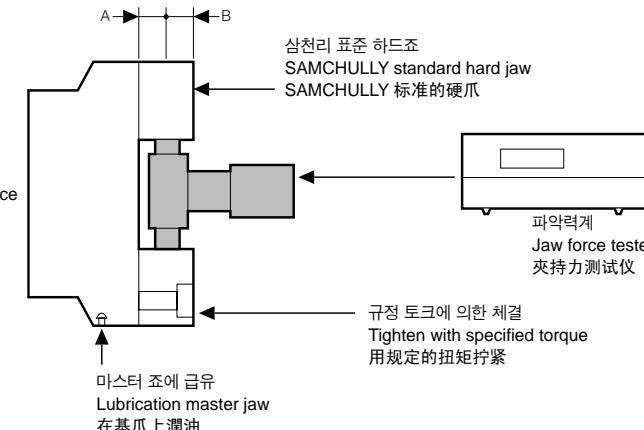

Fig.10
(1) With SAMCHULLY standard soft top jaw used, the values of grip force are measured with jaw force tester at mid point of soft jaw height(from chuck surface to upper soft jaw face) as shown in Fig.10.
(2) 黄油指的是能够提高效率的润滑剂。
(3) 顶爪拧紧螺栓的拧紧扭矩请选定适合的扭矩。(见16页)
(4) 柱塞的推力是允许的最大推力。
(5) 请使用具有20l/min以上吐出量的变容型泵作为液压来源, 并且使用泵内的压力调整装置设置压力, 同时, 请另外安装减压阀。